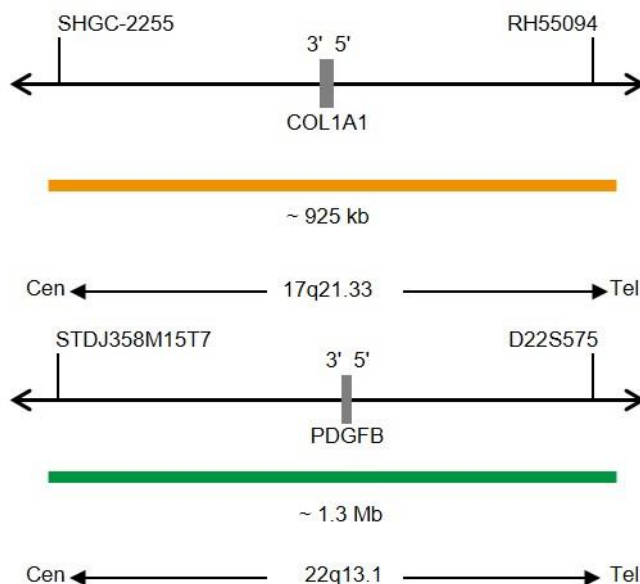

Fig. 1 : En haut : carte des sondes SPEC COL1A1, en bas : Carte des sondes SPEC PDGFB (pas à l'échelle)
- Polynucléotides marqués au ZyOrange (excitation 547 nm/émission 572 nm) (~6,0 ng/ μ l), qui ciblent des séquences cartographiées en 17q21.33* (chr17:47,820,343-48,744,021) hébergeant la région du gène COL1A1 (voir figure 1).
- Polynucléotides marqués au ZyGreen (excitation 503 nm/émission 528 nm) (~10,0 ng/ μ l), qui ciblent des séquences cartographiées en 22q13.1* (chr22:38,928,973-40,267,687) hébergeant la région du gène PDGFB (voir figure 1).